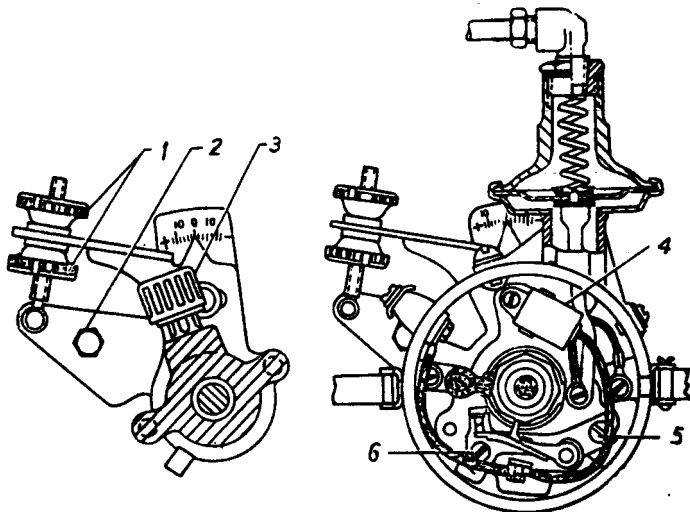

Рис. 38. Распределитель зажигания.
- 3) вращая гайки 1 (рис. 38), отвертывая одну и заворачивая другую, поверните корпус распределителя зажигания так, чтобы стрелка октан-корректора стала на нулевое деление;